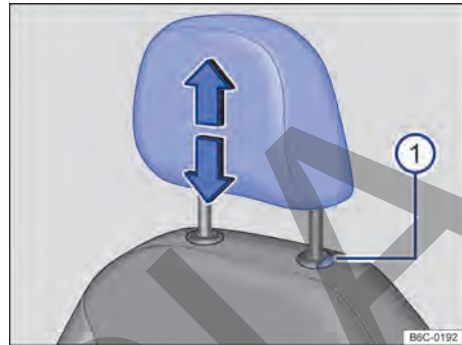
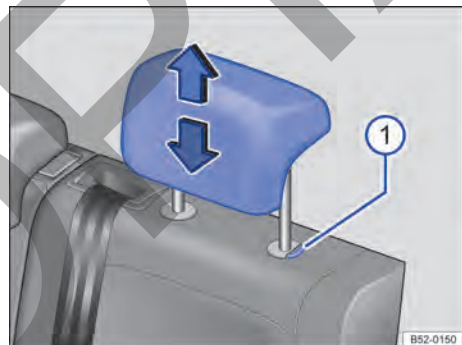

Fig. 64 Apoyacabezas delantero: ajustar.
Fig. 65 Apoyacabezas trasero: ajustar.
- Mover el apoyacabezas hacia arriba o hacia abajo, en el sentido de la flecha, presionando el botón → fig. 64 ⓘ o → fig. 65 ⓘ presionado → ⚠ en *Introducción al tema* de la pág. 82.